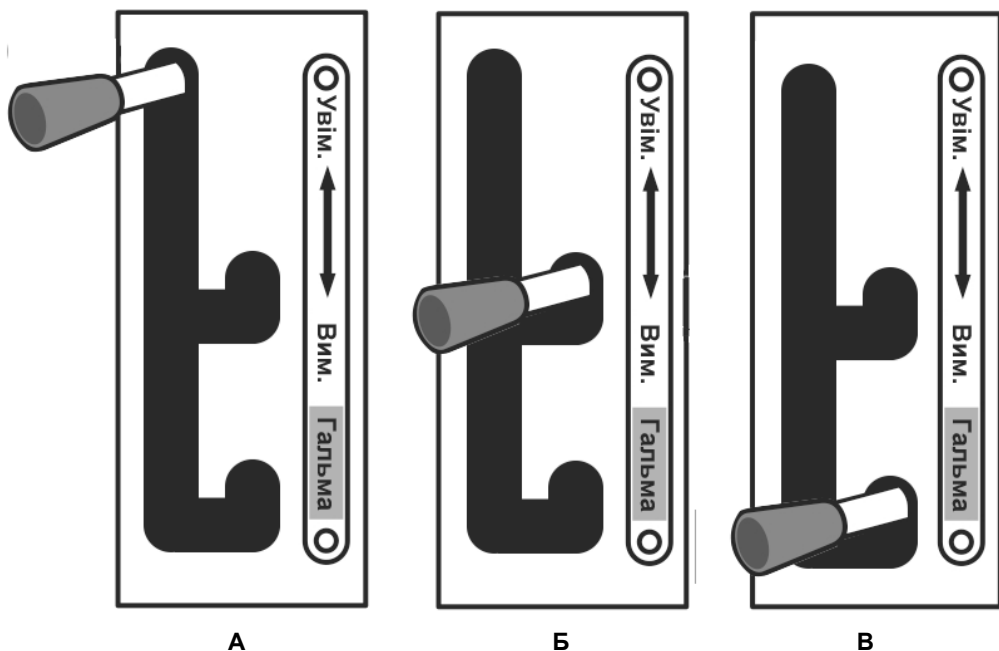

Рисунок 35. – Важіль зчеплення
3. Важіль управління зчепленням повинен перебувати в положенні «Вимк.» («Вимкнено») (див. рис. 35., поз. «Б».)
5. Важіль (4) (див. рис. 35.) управління подачею палива («газ») встановити в крайнє верхнє положення, яке відповідає максимальним обертам.
2. Установити важіль управління зчепленням в поз. "Вимк." («Вимкнено») («Б») (див. рис. 35.)
7. Утримуючи кермо мотоблока за рукоятку, плавно перевести важіль управління зчепленням в положення «Ввімк.» («увімкнено») («А») (див. рис. 35.) Мотоблок почне рух вперед.
2. Встановити важіль управління зчепленням в поз. «Вимкнено» («Б») (див. рис. 35.)
7. Утримуючи кермо мотоблока за рукоятку, плавно перевести важіль управління зчепленням в положення «включено» («увімкнено») («А») (див. рис. 35.) Мотоблок почне рух назад.
На відміну від автомобіля або мотоцикла, рух мотоблока можна починати або закінчувати на будь-якій заздалегідь обраній передачі. Під час зміни передач немає необхідності спеціально розганятися або зупинятися. Досить перевести важіль управління зчепленням в поз. «Вимкнено» («Б» див. рис. 35.) та за допомогою важеля перемикання передач обрати необхідну передачу.